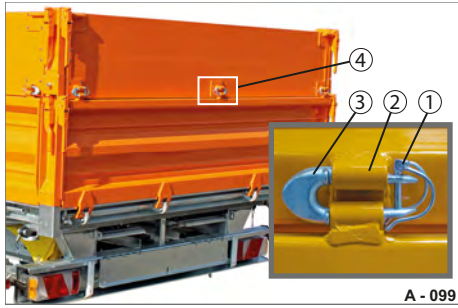

Abb. 104 Bordwandaufsatz-Scharniere
- ▶ Sichern Sie diesen mit dem Steckbolzen und Federbügel (Abb. 104/1). Der U-Bügel ist verliersicher geparkt.